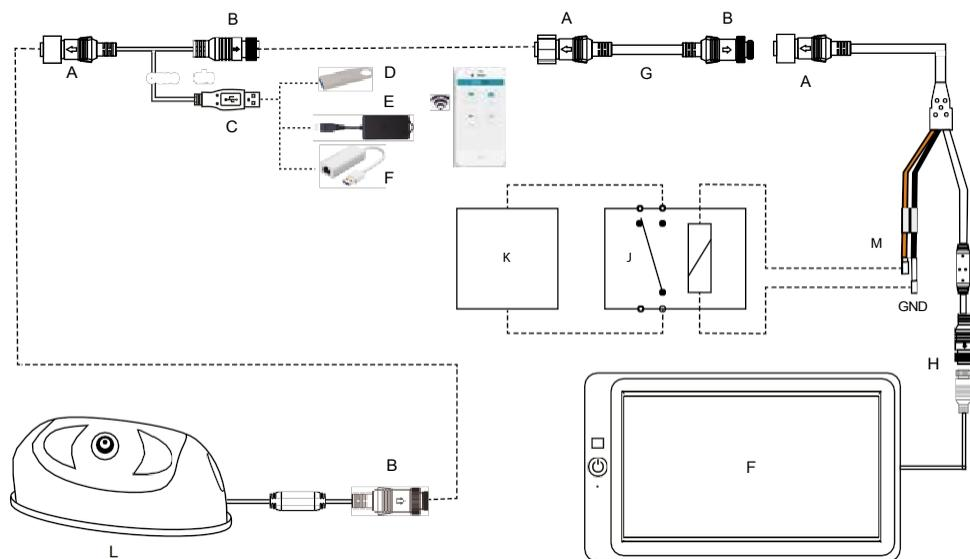

Fig. 1: Collegamento del modulo WiFi per la configurazione della telecamera e il collegamento dell'uscita di allarme
- **Adattatore 1:** adattatore USB con modulo WiFi (Fig. 1)
1. Installare il modulo WiFi come illustrato a pagina 10 Fig. 1.